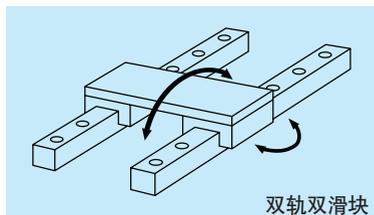
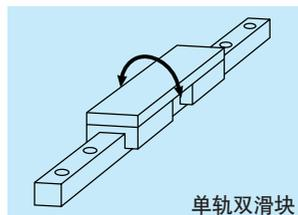
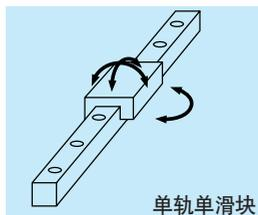

图 3.6 垂直转向和偏转方向
图 3.7 水平转向
图 3.8 全方向
- 但是，在图 3.6、图 3.7、图 3.8 所示的情况下，除了要考虑径向刚度之外，还需要考虑扭矩刚度。